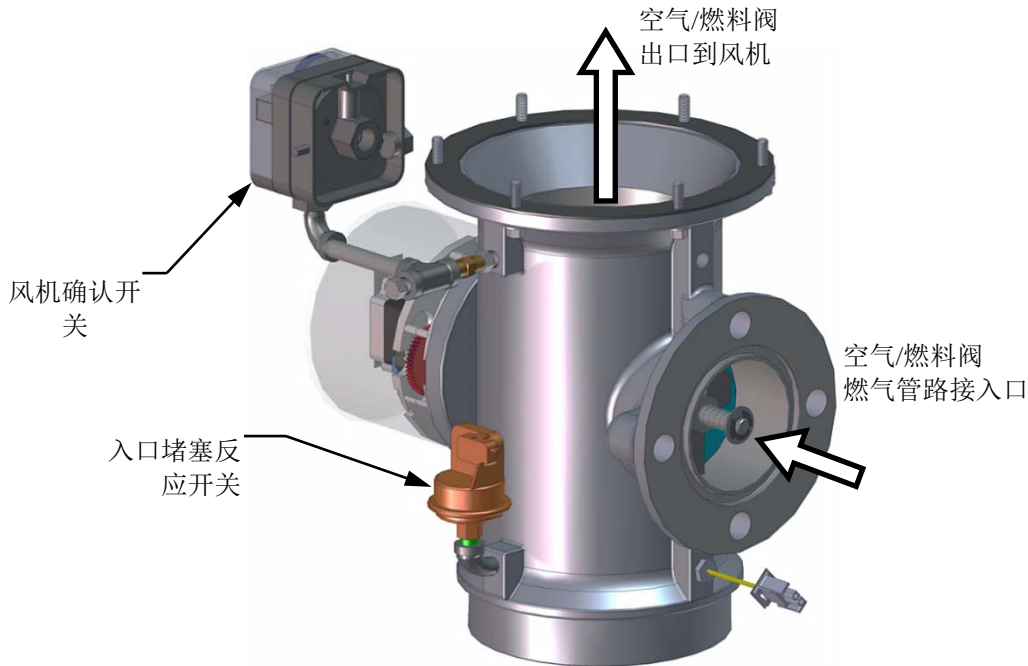

图3-5：风机确认开关
4. 然后，空气/燃料阀上的风机确认开关（图 3-5）将会关闭。显示屏将显示 **PURGING**（正在吹扫），并且指示吹扫周期已过的时间（秒）。